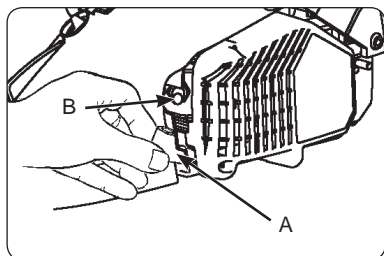

Fig. 21
2. Retirez la gaine (A) de la bougie (B) en la tirant et tournant en même temps (Fig. 21).